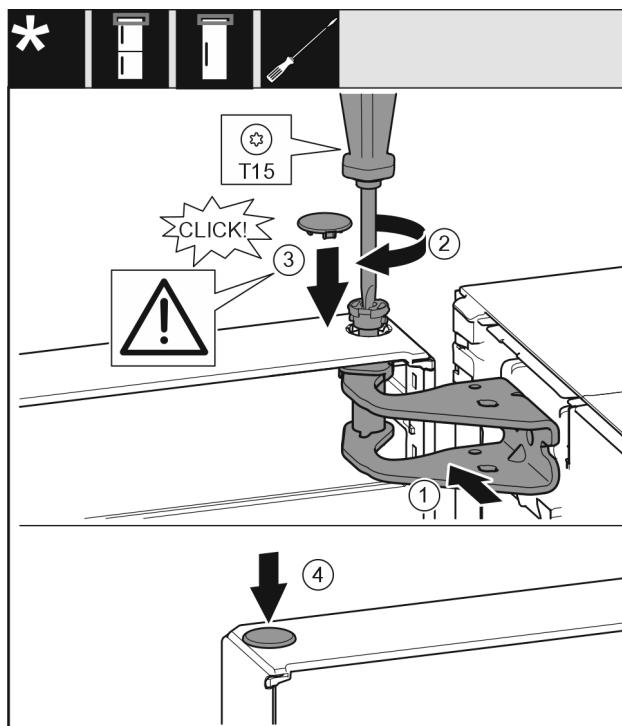

Fig. 26
- Dveře nahoře vyrovnejte s otvorem ve stojanu ložiska. Fig. 26 (1)
- Vložte čep Fig. 26 (2) a pevně jej utáhněte šroubovákem.
- K zajištění dveří namontujte bezpečnostní kryt Fig. 26 (3): Bezpečnostní kryt nasadte a zkонтrolujte, zda přiléhá na dveře. V opačném případě čep zcela zasuňte.
- Vložte zátku Fig. 26 (4).